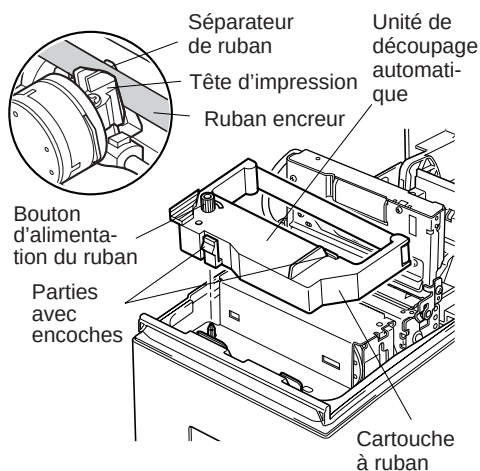

Fig. 5-10 Mise en place de la cartouche à ruban
- ④ Mettez la cartouche à ruban en place dans le sens indiqué dans la figure 5-10 et appuyez légèrement sur la cartouche afin qu'elle se mette en place. Si la mise en place de la cartouche n'est pas satisfaisante, appuyez sur la cartouche tout en faisant tourner le bouton d'alimentation du ruban de la cartouche dans le sens de la flèche.
- ⑤ Pour tendre le ruban, faites tourner le bouton d'alimentation du ruban de la cartouche dans le sens de la flèche.
- ⑥ Refermez l'unité de découpage automatique.
- ⑦ Refermez le capot.